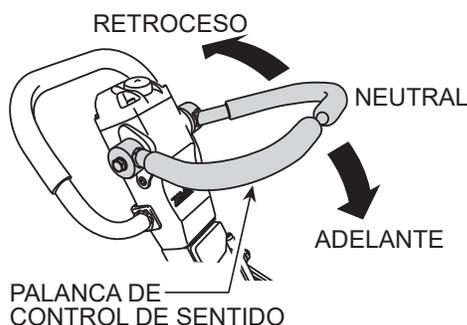

**Figura 20. Palanca del acelerador (posición de operación)**
1. Una vez que haya arrancado el motor, mueva rápidamente la palanca del acelerador del motor rápidamente a la posición de **operación** (Figura 20).